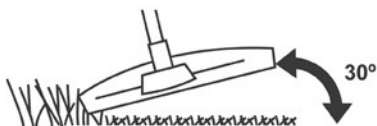

Fig. 46
- > Mantenga el cabezal de corte justo por encima del terreno y con un ángulo de aproximadamente 30° (Fig. 46).